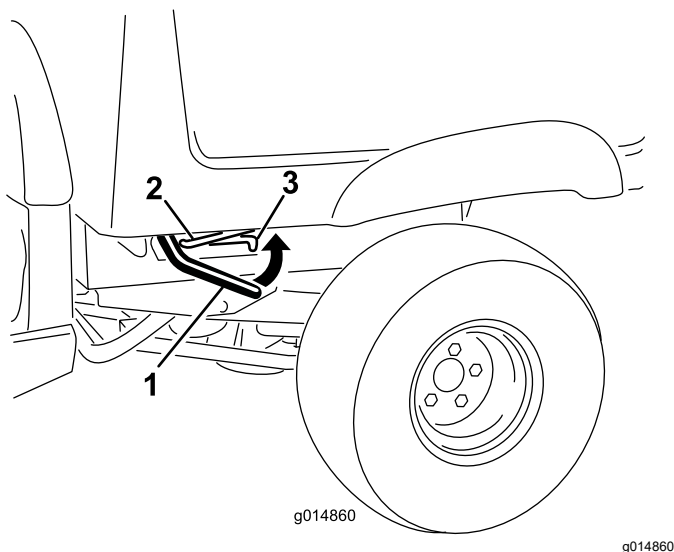

Figura 14
1. Alzate la leva su ciascun lato del pianale e sollevate il pianale stesso (Figura 14).
1. Sollevare il pianale leggermente sollevando la leva di fermo (Figura 14).